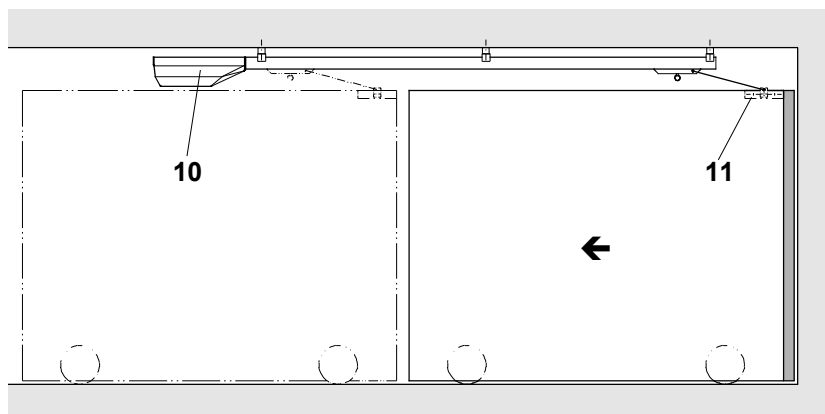

Fig. 2
A) Antriebskopf (10) über dem geöffneten Tor. Fig. 2